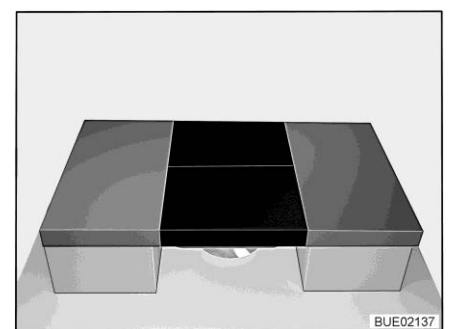

Fig. 167 Après la transformation
- Placer deux coussins supplémentaires sur la table (voir Fig. 167).